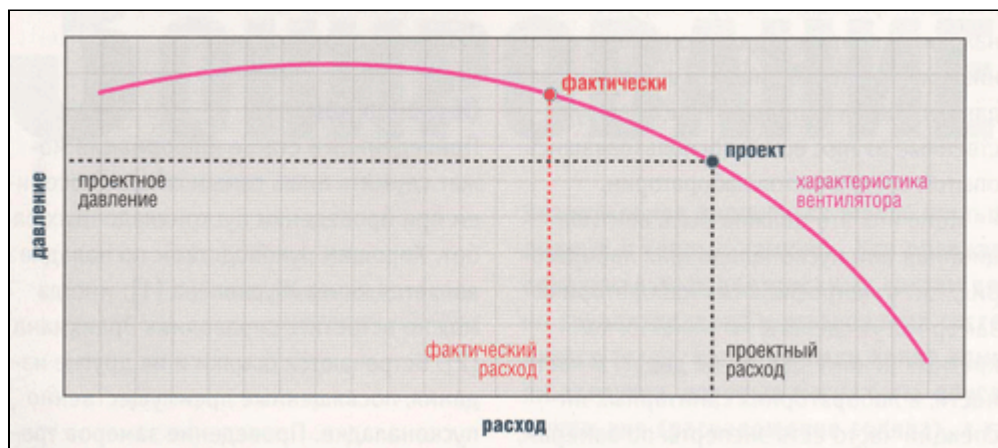

Рис. 2. Вентилятор соответствует, сеть не соответствует.
1. Вентилятор соответствует, сеть не соответствует (рис. 2)